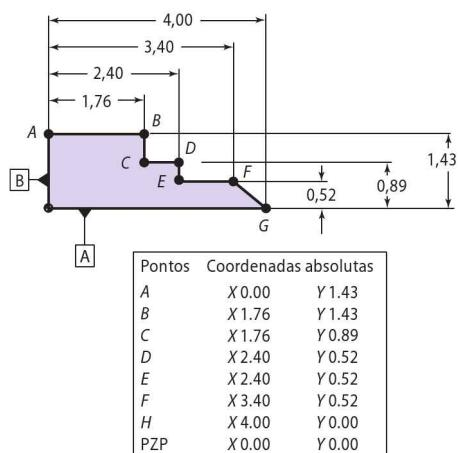

Figura 1-36 Plote esses pontos para ver o que o erro faz à forma. Salve seu desenho para análise posterior.
8. Este problema (Fig. 1-36) ilustra a grande diferença entre as coordenadas absolutas e incrementais. Vamos executar o problema uma segunda vez, apenas para as coordenadas incrementais. O sistema XY de coordenadas absolutas para fresagem na Figura 1-36 tem um erro intencional *que não produza forma mostrada*. Utilizando uma folha de papel para gráficos em polegadas (0,1 pol. ou 0,2 pol. de grade), passe-as para o papel e conecte-as em sequência usando uma cor contrastante para ver o que acontece. Salve o seu desenho.